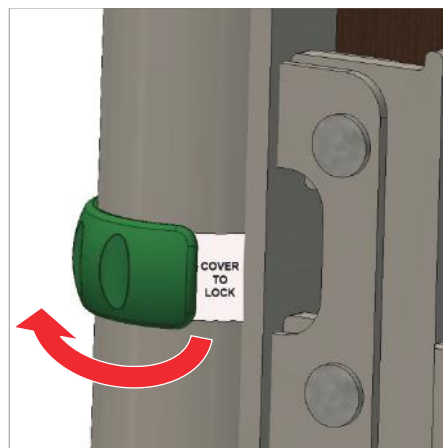

Figure 2: collier déverrouillé
7. Faites pivoter les colliers de verrouillage (Figure 2) retenant le support de transport pour révéler l'autocollant sur une extrémité du lit et retirez délicatement l'extrémité du lit du support; permettant reste du lit pour s'appuyer contre un mur.
10. Retirez le support de transport de la deuxième extrémité du lit en tournant le collier de verrouillage révéler l'étiquette (figure 2).